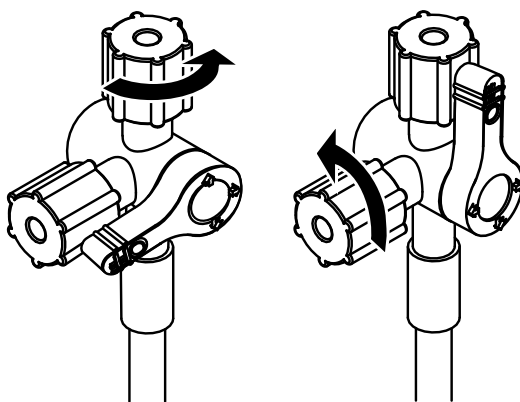

Figura 2. Valvola a 3 vie nelle posizioni di apertura
1. Rimuovere il dispositivo dalla confezione e accertarsi che il diametro interno (DI) dell'introduttore sia adeguato al diametro massimo dello strumento o del catetere che si intende introdurre.
3. Preparare l'introduttore all'irrigazione e assicurarsi che la valvola a 3 vie sia aperta. A questo scopo, si può procedere in due modi. Vedere la figura 2.